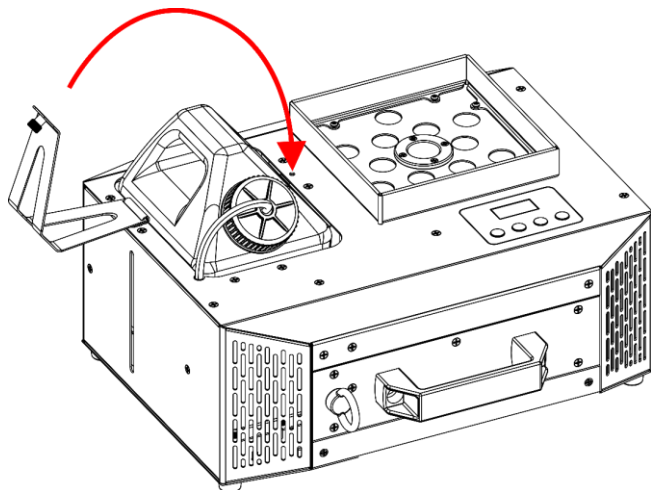

Fig. 46
- 11) Basculez le **support du réservoir de liquide (03)**, comme indiqué sur la Fig. 46.